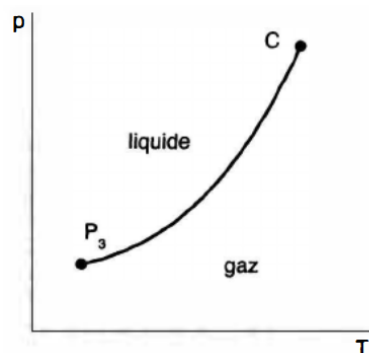

FIGURE 7.3
- En répétant cette expérience pour différentes valeurs de pression, on peut tracer la courbe $T_v = f(p_v)$ ou plutôt $p_v = f^{-1}(T_v)$. Cette courbe délimite 2 zones : Zone liquide /vapeur. C'est la courbe de vaporisation. (Figure 7.3 Diu). p_v est la pression de vapeur saturante (ie La